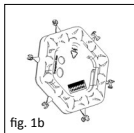

fig. 1b
■ **fig. 1b/6** Les gabarits au dos du Sizer Disk (fig. 1b) correspondent à la dimension minimum du greffon qui sera intercalé entre le tympan et la prothèse (fig. 6).